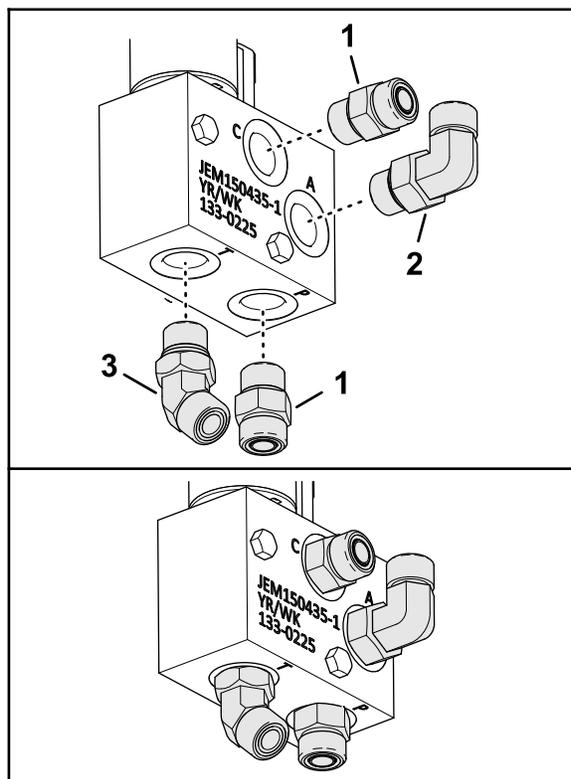

Рисунок 12
- Установите прямоугольный штуцер в отверстие А клапана низкого расхода (Рисунок 12).
- Установите прямые штуцеры в отверстие С и отверстие Р клапана низкого расхода (Рисунок 12).
- Установите 45-градусный и прямоугольный штуцеры в положения, показанные на Рисунок 12.